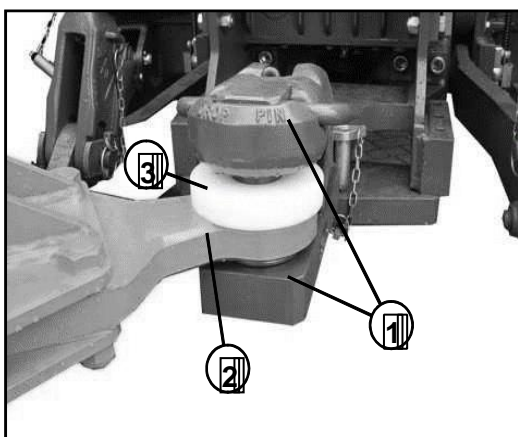

Рис. 5.1 – Маятниковое прицепное устройство
Для навешивания агрегата трактор должен быть оснащен маятниковым прицепным устройством (рис. 5.1) с двойной накладкой (1), которое подходит как минимум для опорных нагрузок в направлении вверх и вниз, указанных ниже в таблице 5.1 опорных нагрузок в зависимости от типа рабочих органов.